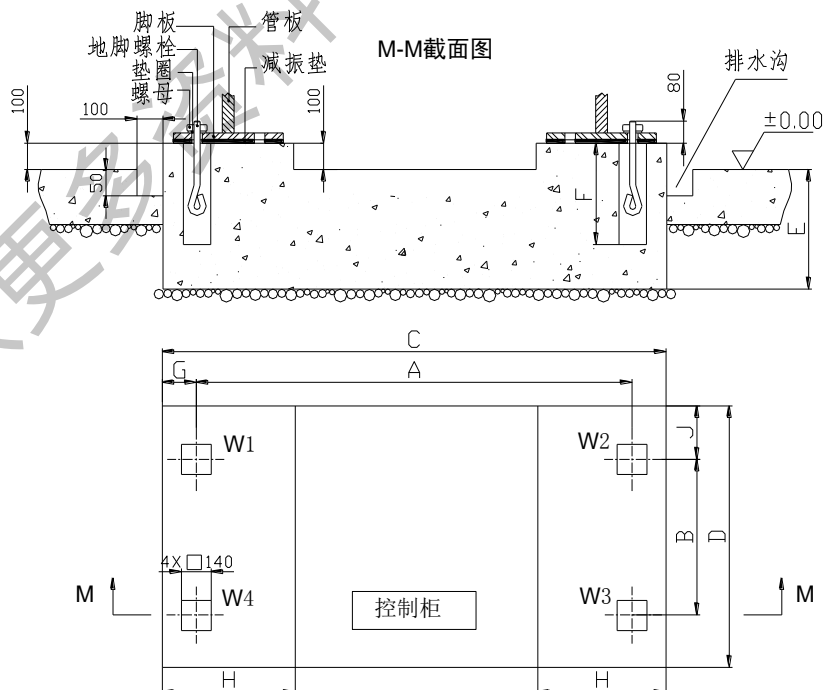

图 3
- 5.建造混凝土基础时, 应在基础周围建一条排水沟(如图 3 所示), 便于排水; 基础的边缘应平滑。